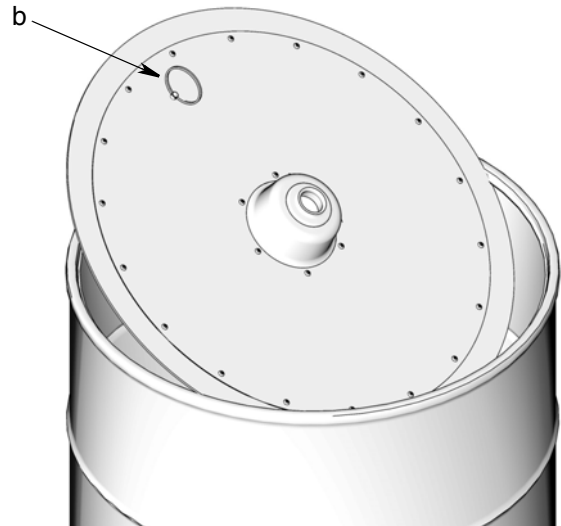

FIG. 6
- Si cette installation est une installation existante, aller vers le fût et tirer sur l'anneau (b) de la plaque d'appui pour enlever la plaque d'appui (FIG. 6). Poser la plaque d'appui sur du papier propre, du carton propre ou un chiffon d'atelier propre. **NE PAS LES POSER SUR LE SOL DE L'ATELIER.**